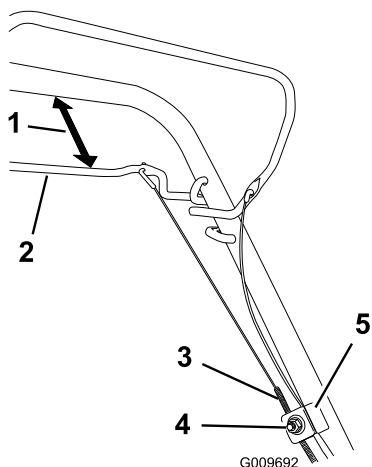

Figure 32
- Desserrez l'écrou du support de guidage du câble (Figure 32).
2. Maintenez la barre de commande d'autopropulsion à 25 à 38 mm (1 à 1,5 po) du guidon (Figure 32).
3. Tirez la gaine du câble vers le bas (vers la machine) pour éliminer le mou du câble (Figure 32).